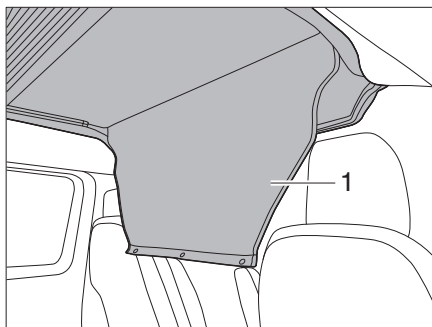

Fig. 24 Srotolamento della copertura di passaggio
- Srotolare la copertura di passaggio (Fig. 24,1).
- Chiudere la copertura di passaggio (Fig. 24,1) con i bottoni automatici.